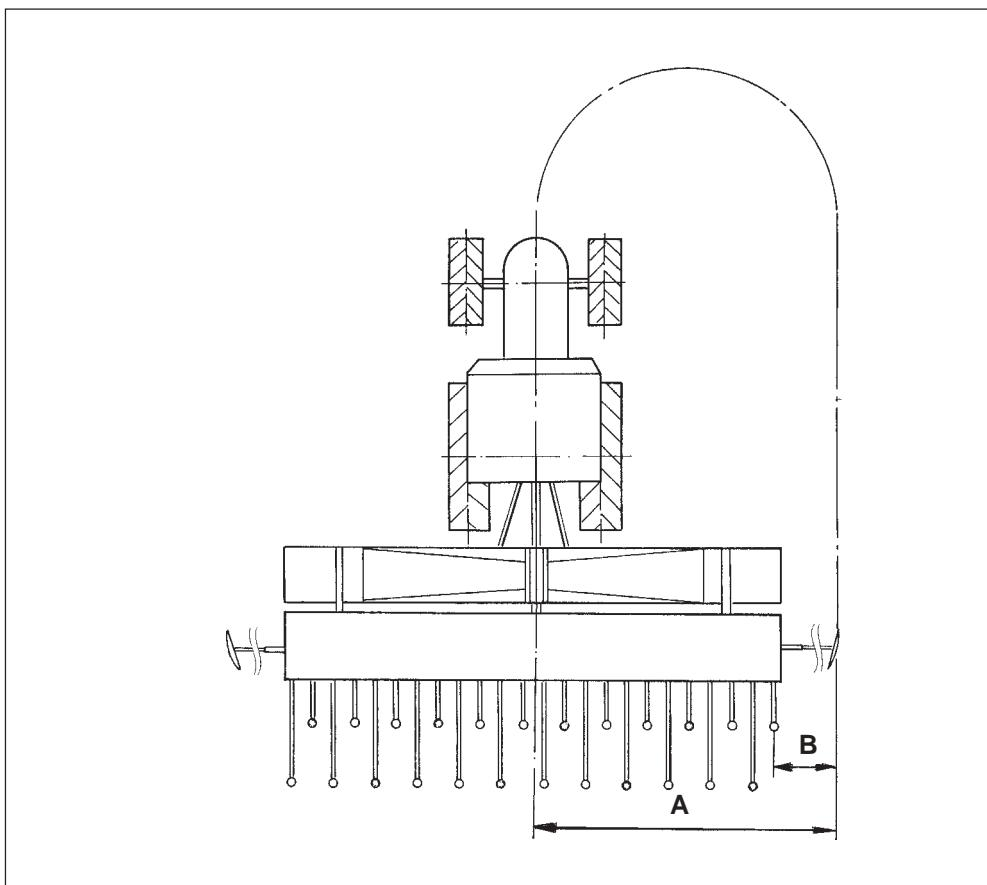

Рис. 10.13
Измеряется расстояние либо от центра сеялки или наружного сошника (см. Рис. 10.13).
**Расстояние А** (Рис. 10.13) от диска маркера до центра машины составляет на сеялках
**Расстояние В** (Рис. 10.13) от диска маркера до наружного высевающего сошника составляет на сеялках: